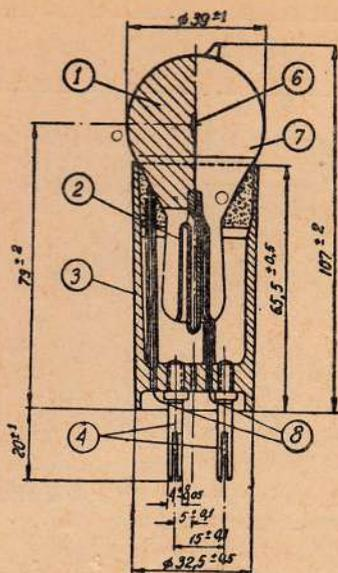

Рис. 3. Фотоэлемент типа ЦГ-4.
2) ЦГ-4 (рис. 3) с наибольшим диаметром стеклянной колбы, равным 41 мм. ЦГ-4 имеет специальный вы-